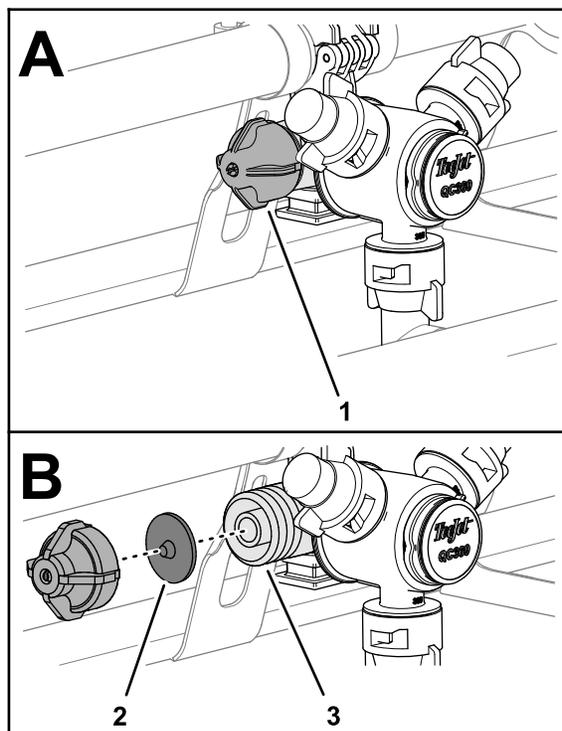

Bild 33
1. Drehen Sie die Membrankappe nach links und nehmen sie vom Düsengehäuse ab (Bild 33).
2. Nehmen Sie die Membran des Auslaufsperrventils von der Kappe oder dem Düsengehäuse ab (Bild 33).
3. Reinigen Sie die Kappe, Membran und das Düsengehäuse mit sauberem Wasser (Bild 33).
4. Setzen Sie die Membran in die Kappe ein, sodass die Nase der Membran zur Kappe zeigt (Bild 33).
5. Befestigen Sie die Kappe und die Membran am Düsengehäuse und ziehen sie mit der Hand an (Bild 33).